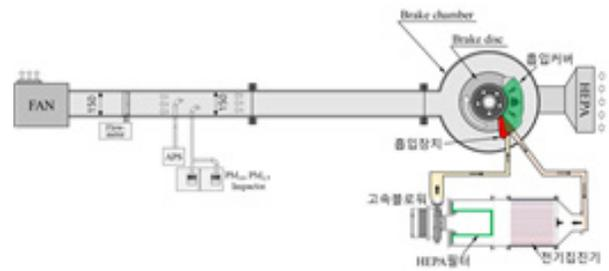

Fig. 1 Experiment schematic of brake wear particles emission reduction device on brake dynamometer
1.6톤 차량의 앞바퀴 브레이크를 모사할 수 있는 브레이크 동력계에 fig.1과 같이 집진장치와 흡입장치가 결합된 저감장치를 부착하여 저감효율을 평가하였다. 저감장치를 부착하였을 때와 부착하지 않았을 때 브레이크 동력계에서 측정되는 배출계수를 비교하여 저감효율을 측정하였다.